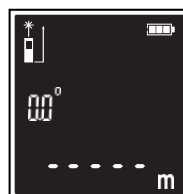

Fig. 5
- Premere il pulsante . L'indicazione del laser e l'indicazione della capacità della batteria verrà visualizzato. (Fig. 5)